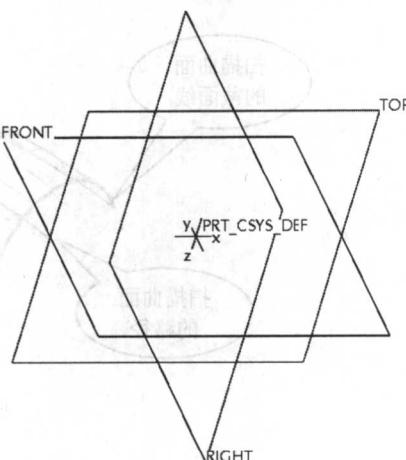

图 1-7
- (2) 单击 New 对话框中的  按钮，这时，在模型显示区中，显示了系统默认的基准平面，如图 1-7 所示。